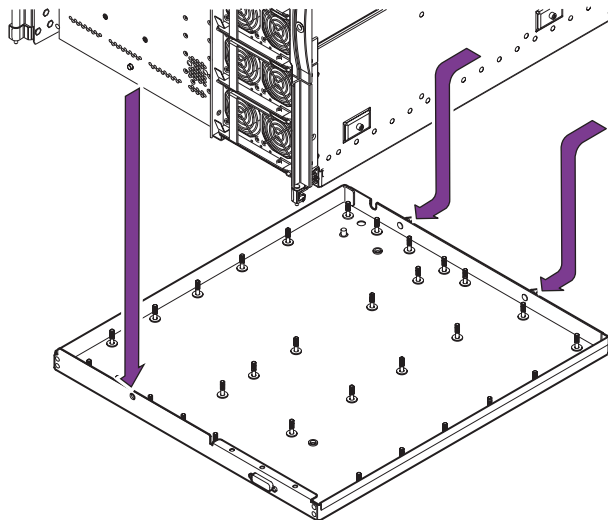

図 13-4 ベースプレートの取り外し
19. ベースプレートを取り外して、ESD マットの上に置きます (図 13-4)。